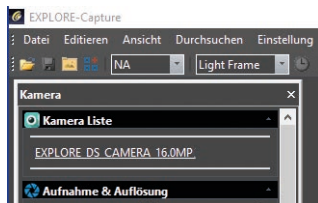

Abb. 2: EXPLORE Capture: Kamera wählen
2. Öffnen Sie das Einstellmenü „Aufnahme & Auflösung“. Klicken Sie auf das Feld mit dem aktuellen Wert für die „Verstärkung“ und geben Sie 158 ein. Bestätigen Sie die Eingabe mit [ENTER]. Der Wert 1,58 ist eingestellt. (Bild 2)
3. Wählen Sie das Bildformat und die Bit-Tiefe entsprechend der Tabelle 1 aus. (Bild 2+3)